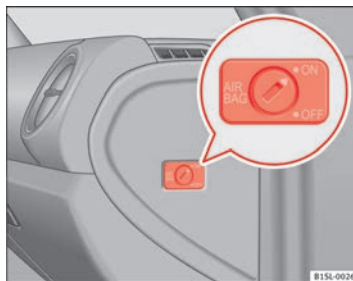

Fig. 49 Côté passager : commande à clé pour activer et désactiver l'airbag frontal côté passager.
- À l'aide de la clé du véhicule, tournez la commande à clé sur la position **OFF** → fig. 49.
- À l'aide de la clé du véhicule, tournez la commande à clé dans la position **ON** → fig. 49.